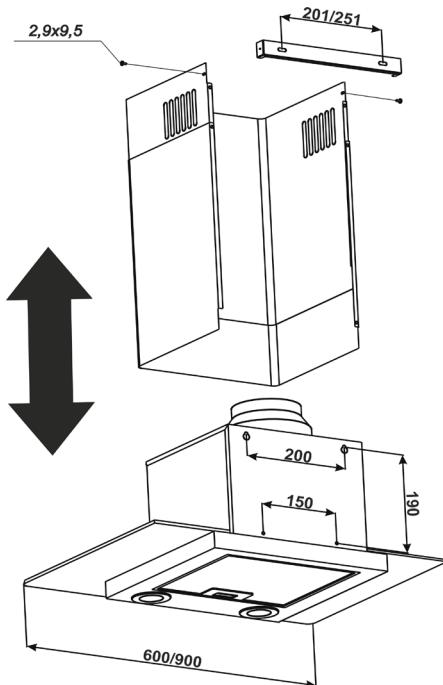

Abb. 4
6.4 Markieren Sie die Befestigungslöcher des Schranks an der Küchenwand. Machen Sie dazu eine Papiervorlage mit den Koordinaten der 4 Löcher an der Rückwand des Gehäuses (Punkte A, B, C, D div. Installationsdiagramm); Bringen Sie die Schablone in der zuvor angegebenen erforderlichen Höhe an der Wand an und richten Sie sie aus (Abb. 4).
6.9 Installieren Sie die teleskopische Kaminhaube am Haubenkörper. Heben Sie die obere Abdeckung der Haube mit der Deckenstange so an, dass sie den Lüftungskanal bedeckt, und markieren Sie die Löcher für die Halterung in den Nuten der Stange 2 (**Punkte E, F**) (**Abb. 4**).
6.13 Setzen Sie die Außenverkleidung des Kamingehäuses in die Schlitze an der Haube ein und heben Sie die Innenverkleidung an, um die Befestigungslöcher mit der Stange auszurichten, und verbinden sie **mit den 2 Schrauben 2,9 x 9,5 von den Seiten (Abb. 4)**.